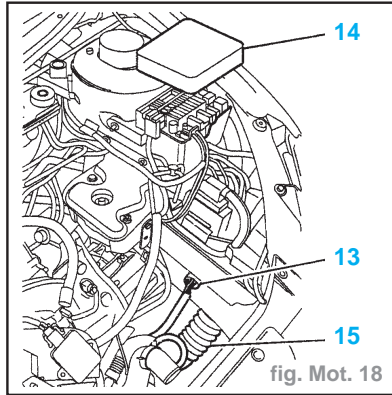

fig. Mot. 18
- Repérer l'emplacement des tuyaux (8) sur les électrovannes (9).
- Écarter le tuyau de dépression (10) de l'assistance de freinage.
- le calculateur (11) et son support
- les raccords carburant (12)
- Écarter le faisceau (13) (fig. Mot. 18).
- le couvercle de boîte à fusibles (14)
- le conduit d'air (15)